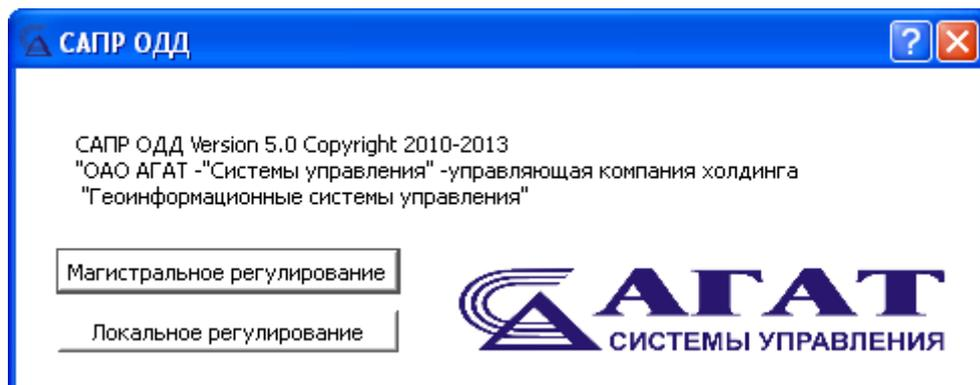
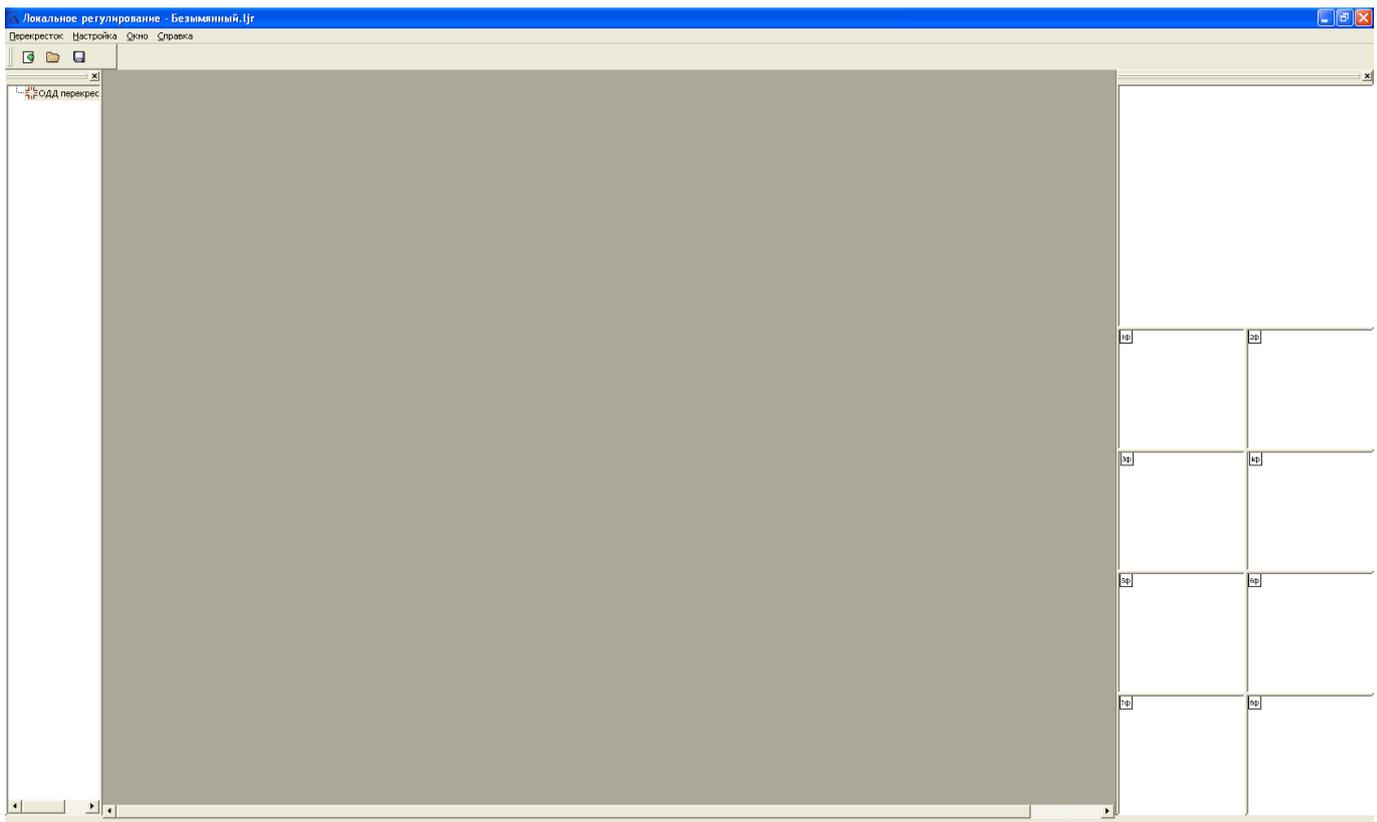

Рисунок 15
Рисунок 16
9) После активации появиться окно (рис. 15)
3.3.2.1.1. При нажатии кнопки "Локальное регулирование" (см. рис. 15) на экране появляется рабочее окно программы САПР (алгоритм локального регулирования) (рис. 16).
3.3.2.2.1. Окно содержит (см. рис. 16):
Меню управления расположено в левом верхнем углу рабочего окна программы **Перекресток** **Настройка** **Окно** **Справка** (см. рис. 16).